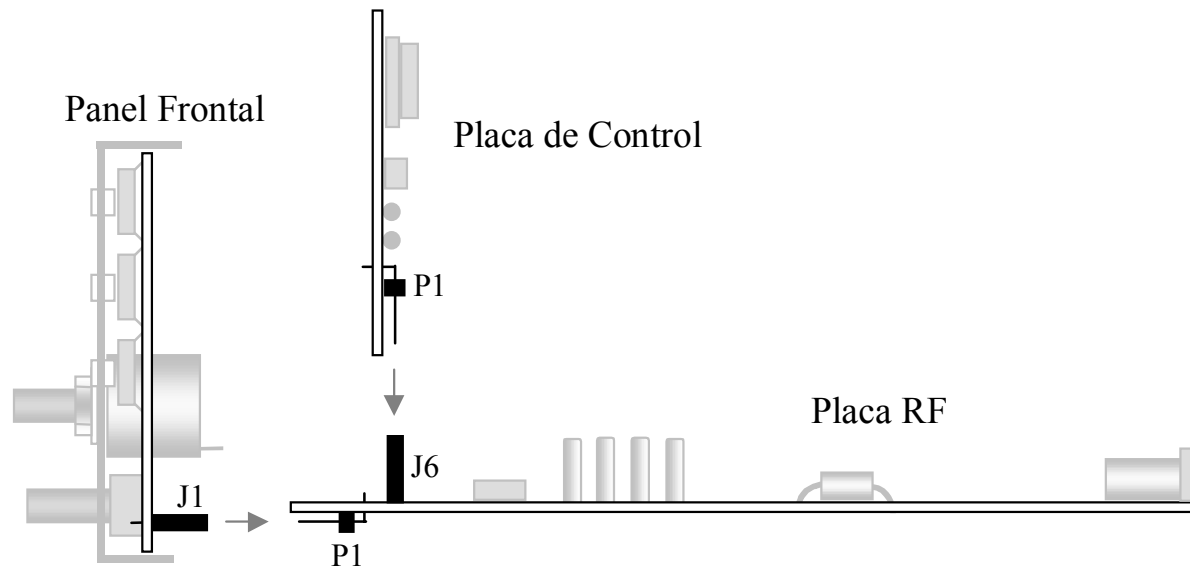

Figura 3-3
La Figura 3-3 nos muestra una vista lateral de las placas de circuito impreso y los conectores placa-a-placa. En el dibujo podremos observar que la placa del Panel Frontal dispone del conector **J1** que se acomoda al conector en ángulo recto **P1** en la placa RF. Similarmente, la Placa de Control dispone del conector en ángulo recto **P1** que se acomoda a **J6** en la Placa RF. (En la placa de Control existen dos conectores en ángulo recto adicionales, P2 y P3, que no se muestran en este dibujo y que se han de acomodar a J7 y J8 en la placa RF.)
**Una vez han sido soldados en su sitio estos conectores multipatilla son muy difíciles de extraer. Durante el montaje y antes de proceder a su soldadura, debe observarse la Figura 3-3 para comprobar que cada conector esté situado correctamente.**